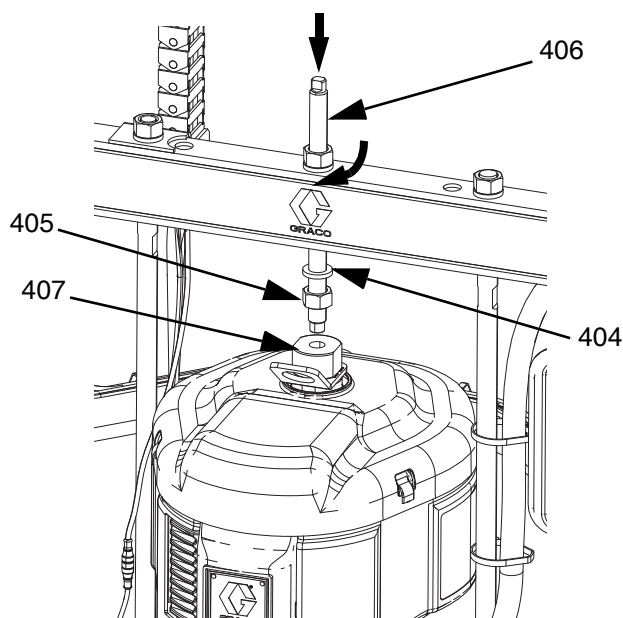

FIG. 47
- b. Montera gängstången (406) genom mittenhålet i tryckmatraren. Montera låsbrickorna (404) och muttrarna (405) på gängstången (406), både ovanför och under låsstängen. Håll lyfringsadaptern (407) med en nyckel och dra åt gängstången (406) in i lyfringadaptern (407) med hjälp av en annan nyckel. Se FIG. 47.
- c. Dra åt muttern (405) under låsstängen till maximalt 34 N•m (25 ft-lb).
- d. Dra åt muttern (405) ovanför låsstängen för att låsa luftmotorn (B) på plats.